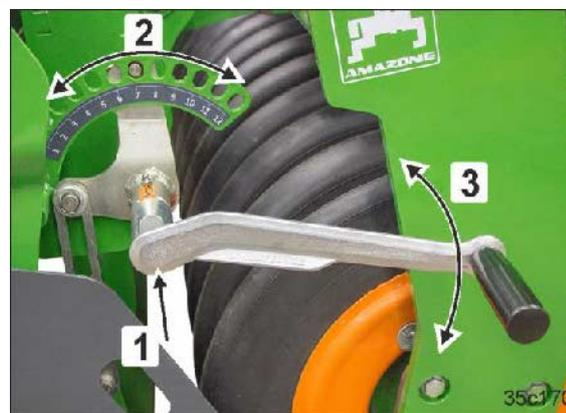

图 129
1. 将操作工具从停放位置中取出（图 60/1, 参见第 83 页）并插入设置装置（图 129/1）中。
操作工具（图 129/3）在松脱锁定装置前必须握住！
3. 通过旋转（图 129/2）操作工具将平土横梁置于所需高度（图 129/3）。